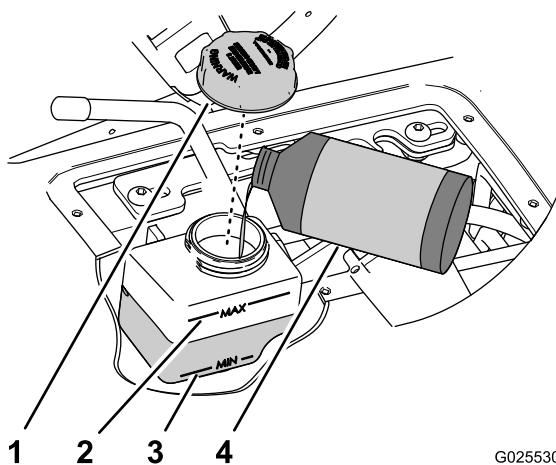

Figura 71
4. Verifique o nível do fluido no reservatório para o cilindro do controlo da velocidade (Figura 71).
- A. Limpe a zona em torno da tampa do reservatório (Figura 71).
- B. Retire a tampa do reservatório (Figura 71).
- C. Adicione o fluido especificado para aumentar o nível até ficar entre as marcas Min e Max na lateral do reservatório (Figura 71).
- D. Coloque a tampa apertando-a à mão (Figura 71).